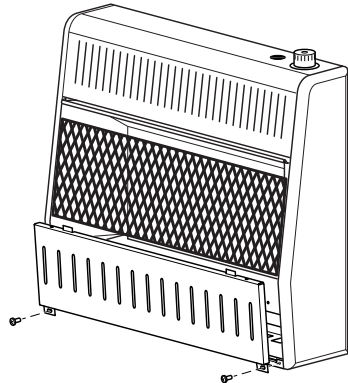

Figura 6 - Desmontaje del panel anterior del calentador
2. Tire hacia abajo del avance de panel frontal inferior y, a continuación, abajo (consulte la figura 6).